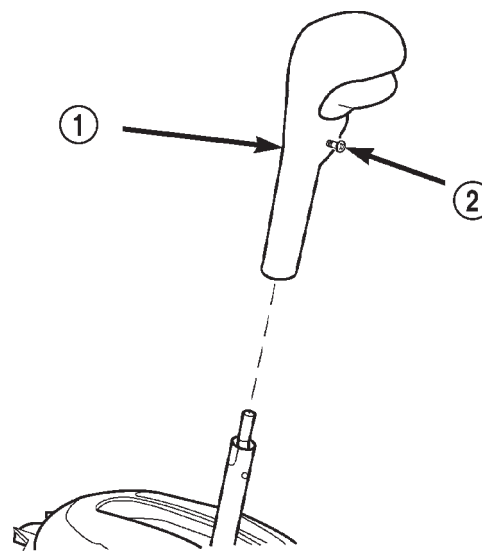

Fig. 267 Desmontaje e instalación del pomo del cambio de marchas
(1) Desconecte el cable negativo de la batería.
(2) Afloje el tornillo de fijación y retire el pomo de la empuñadura del cambiador (Fig. 267).
(15) Instale el pomo del cambio de marchas y apriete el tornillo de fijación con una torsión de 2 N·m (15 lbs. pulg.) (Fig. 267).